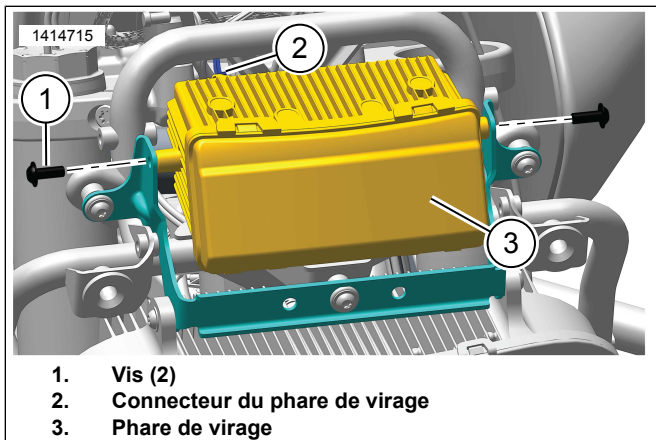

Figure 5. Phare de virage
4. Voir la Figure 5. Installer le phare de virage (3).
5. Installez les vis (1). Serrer.